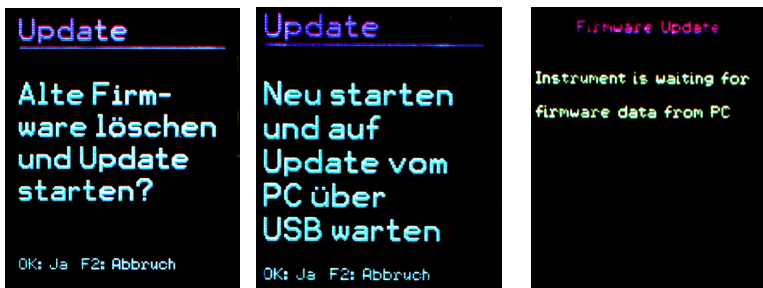

Bild 50: Firmware-Update
6. Wählen Sie am VM2 im Menü „Geräteeinstellungen“ den Punkt „Firmware-Update“ und bestätigen Sie die Warnung und den nachfolgenden Hinweis durch Drücken von OK. Damit ist die alte Firmware gelöscht. Das VM25 zeigt nun an, dass es auf neue Firmwaredaten von der USB-Schnittstelle wartet (Bild 50).